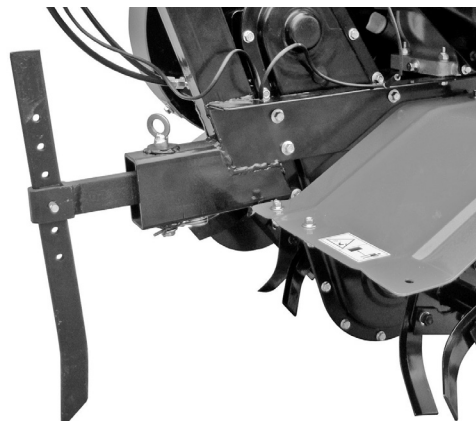

Рисунок 6
- Отрегулируйте глубину обработки почвы за счет высоты расположения сошника. В частности, при опускании рычага глубина обработки увеличивается, а при подъеме рычага глубина обработки уменьшается. (См. Рис. 6).